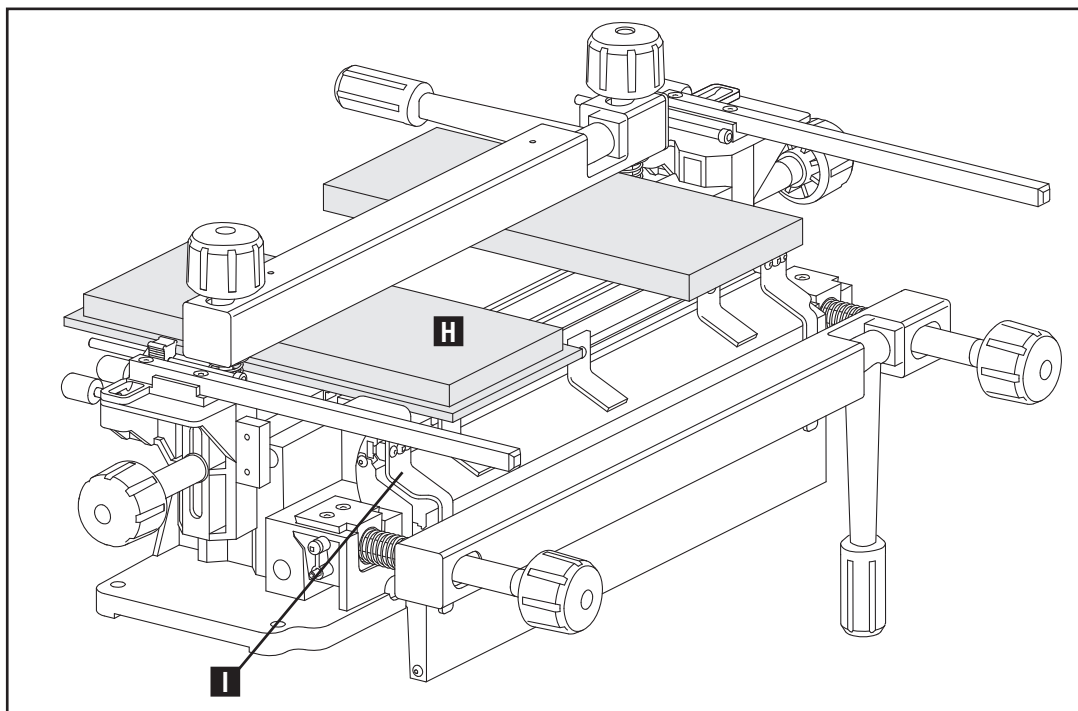

Fig. G4
1. Coloque la tabla con espiga horizontal con reborde (frente de la gaveta) (H) Fig. G4 en posición horizontal con la "superficie externa" contra la base de la horma. Asegúrese de que la tabla esté alineada con la guía de borde (I).